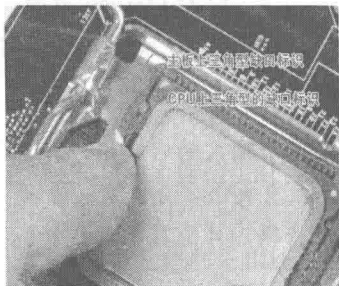

图 1-9 安装 CPU
(2) 将 CPU 安装到主板上,安装时注意 CPU 与主板底座上的针脚相对应,如图 1-9 所示。